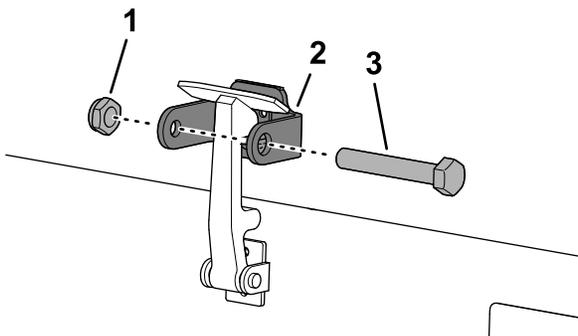

Рисунок 20
7. Вверните болт в другой рычаг кронштейна защелки капота для блокировки защелки в надлежащем положении (Рисунок 20).